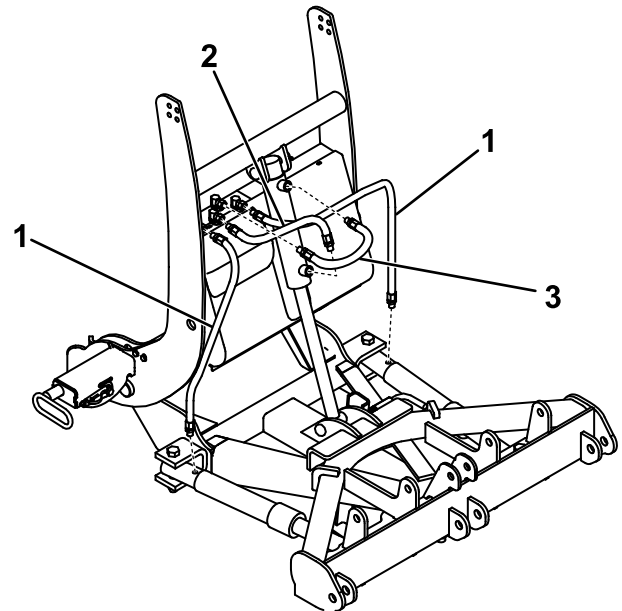

Figure 10
1. Branchez l'extrémité de $\frac{1}{4}$ pouce du flexible moyen sur le raccord central du collecteur hydraulique (Figure 10). Serrez le raccord à la main, puis serrez-le encore de 2 à 3 tours.
2. Branchez l'extrémité à joint torique de $\frac{3}{8}$ pouce du flexible moyen sur le raccord inférieur du vérin de levage (Figure 10). Serrez le raccord à la main, puis serrez-le encore de 2 à 3 tours.
3. Branchez l'extrémité de $\frac{1}{4}$ pouce du long flexible sur le raccord droit du collecteur hydraulique (Figure 10). Serrez le raccord à la main, puis serrez-le encore de 2 à 3 tours.
4. À l'aide de frein-filet, branchez l'extrémité de $\frac{3}{8}$ pouce du long flexible au vérin d'inclinaison à droite (Figure 10). Serrez le raccord à la main, puis serrez-le encore de 2 à 3 tours.
6. À l'aide de frein-filet, branchez une extrémité du flexible court au raccord supérieur sur le vérin de levage (Figure 10). Serrez le raccord à la main, puis serrez-le encore de 2 à 3 tours.
7. Branchez l'extrémité libre du flexible court au raccord arrière sur le collecteur hydraulique (Figure 10). Serrez le raccord à la main, puis serrez-le encore de 2 à 3 tours.